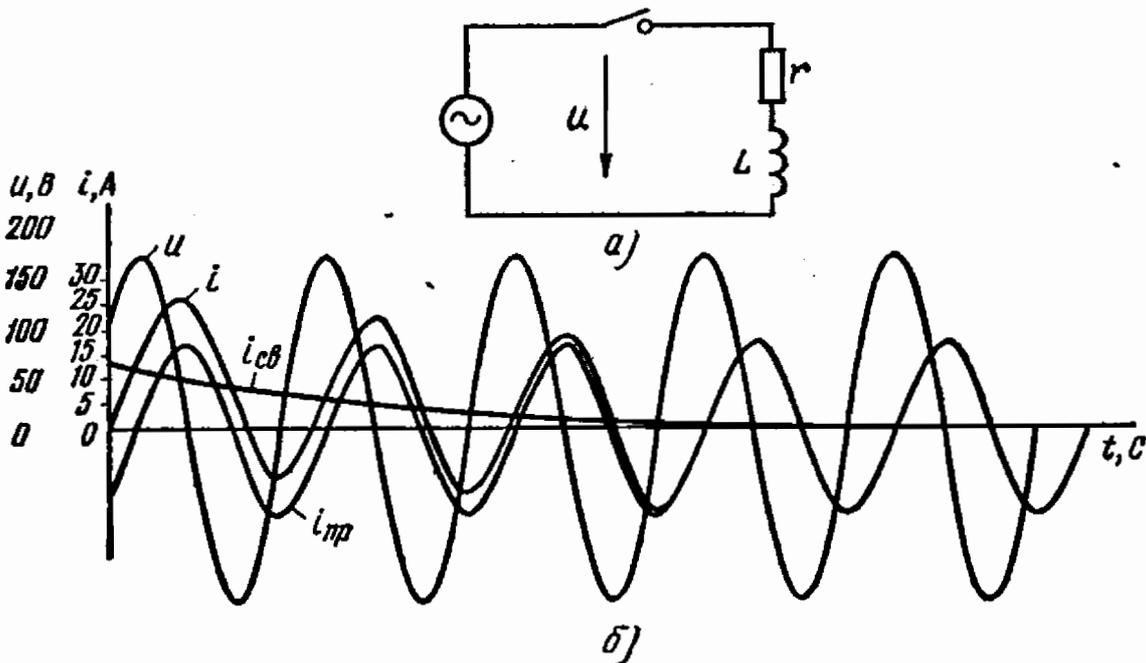

Рис. 7.19
7.19. Определить наибольшее мгновенное значение тока в катушке, сопротивление которой $r = 1$ Ом и индуктивность $L = 31,4$ мГ, при включении ее в сеть синусоидального напряжения $U = 120$ В (рис. 7.19, а). Включение происходит в момент, когда мгновенное значение напряжения равно половине его положительного амплитудного значения. Частота сети $f = 50$ Гц.
По этому уравнению построены кривые зависимости токов $i_{\text{пр}}$, $i_{\text{св}}$ и i от времени (рис. 7.19, б). Из графика видно, что наибольшее мгновенное значение тока в цепи равно 26 А.